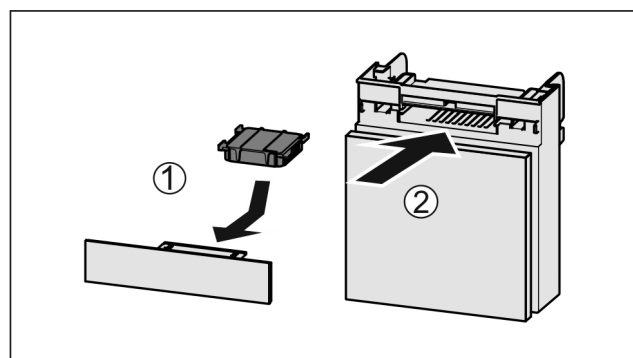

Fig. 235
- ▶ Установите фильтр с активированным углем, как показано на рисунке Fig. 235 (1).
- ▶ Вставьте отделение Fig. 235 (2).